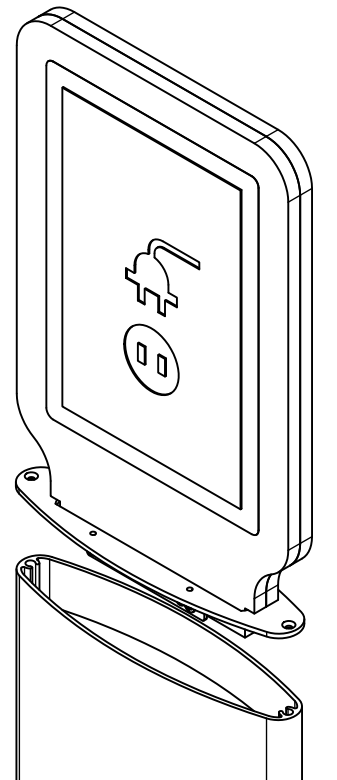

FIGURA 5
1) Para unidades con juego de luces: apretar los tornillos a 10 lbs.in (13.5 Nm) para asegurar el juego de luces en la unidad. (Figura 5)